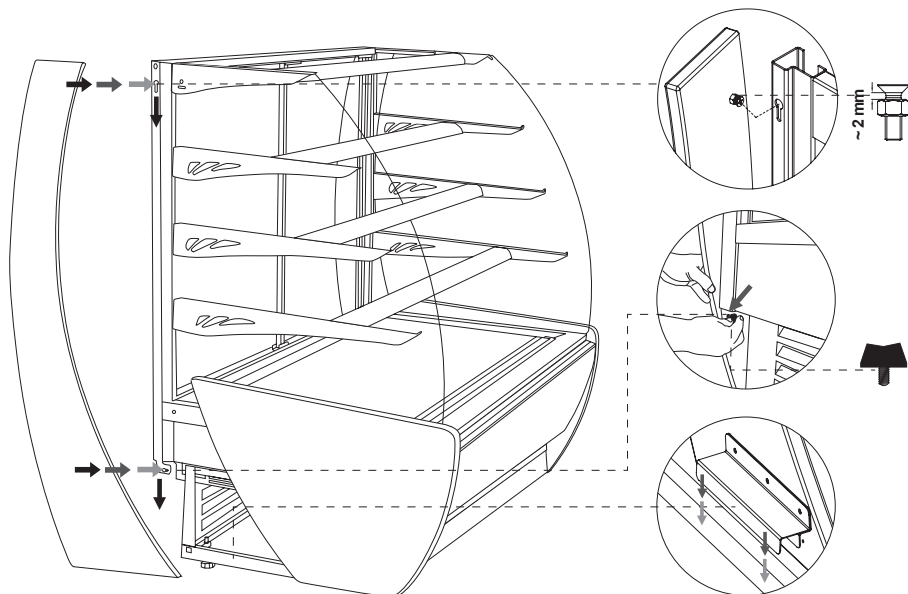

Rys.3 Montaż frontu i cokolika drewnianego
- 1 – Zamontować elementy drewniane: front, cokolik, boki i skrzydła boczne wg Rys.3 (str.4), Rys.4 (str.5) i Rys.5 (str.6)